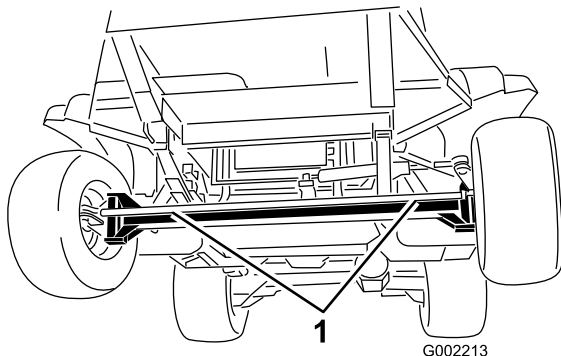
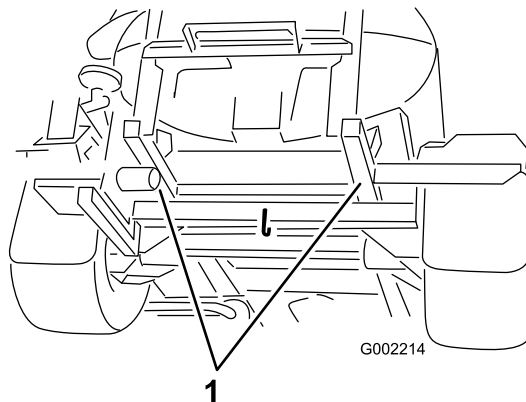

Figura 56
Figura 57
4. Conecte un cable de remolque al bastidor; consulte los puntos de remolcado delanteros y traseros (Figura 56 y Figura 57).